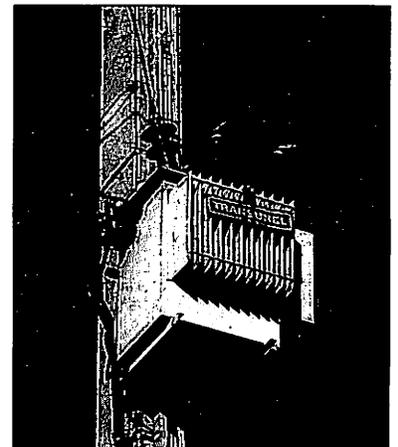

Fig. 11 : Poste haut de poteau.
3.2. Postes sur poteau (fig. 11 et 13)